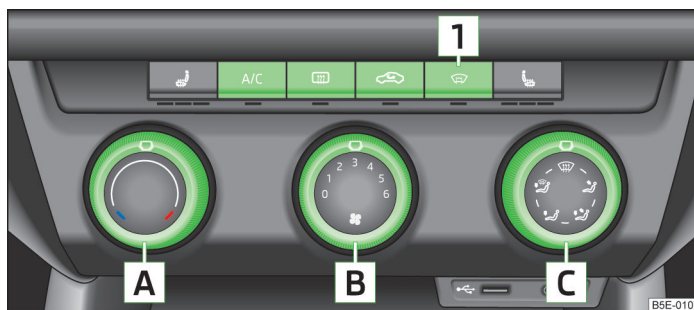

Abb. 110 Klimaanlage: Bedienungselemente
- ✓ **A/C** » Abb. 110 auf Seite 108 eingeschaltet.
Funktionen der einzelnen Bedienungselemente » Abb. 110:
Durch Drehen des Luftverteilungsreglers **C** » Abb. 110 auf Seite 108 in die Position  wird der Umluftbetrieb automatisch ausgeschaltet. Durch wiederholtes Drücken der Symboltaste  kann auch in dieser Stellung der Umluftbetrieb wieder eingeschaltet werden.